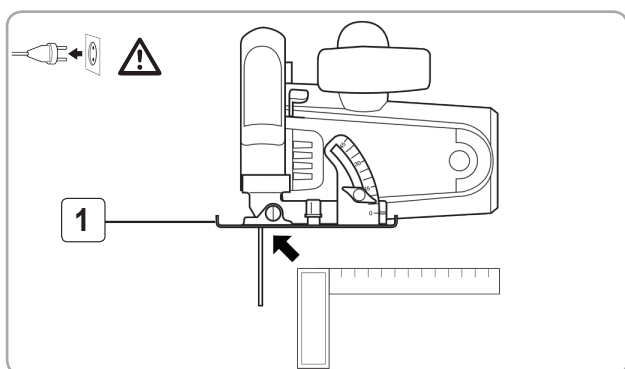

Fig.7
- Reglați și strângeți placa de bază Fig 7 (1) la adâncimea de tăiere maximă
- Verificați unghiul de 90° dintre pânză și placa de bază cu un șablon de unghiuri Fig 7